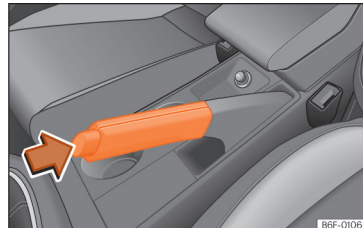

Abb. 165 Handbremse zwischen den Vordersitzen.
- Ziehen Sie den Hebel der Handbremse nach oben »» **Abb. 165.**
- Ziehen Sie den Hebel etwas nach oben, drücken Sie die Entriegelungstaste in Pfeilrichtung »» **Abb. 165** und führen Sie den Handbremshebel ganz nach unten »» .